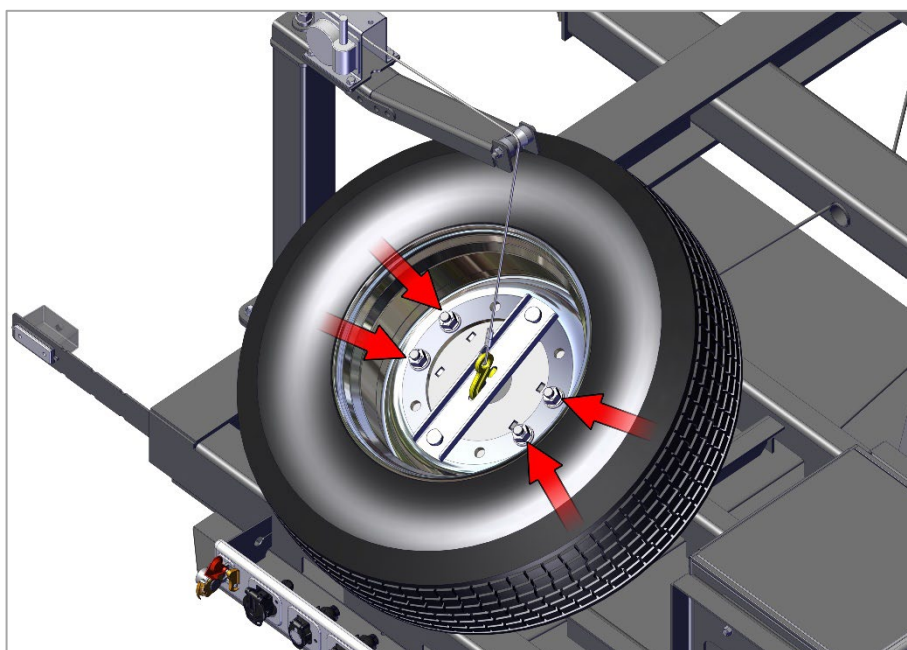

Рис. 69. Отвернуть гайки крепления колеса к кронштейну
2. Отвернуть гайки крепления колеса к кронштейну как на рис.69;